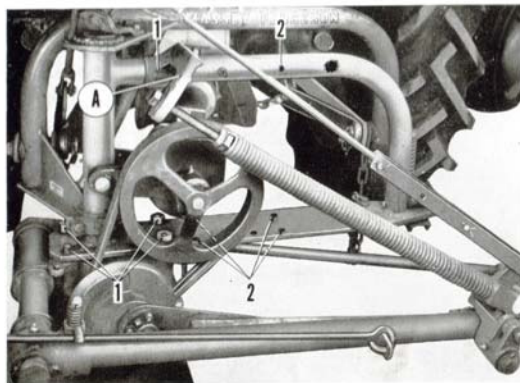

Fig. 3
La position (1, fig. 3) concerne les voies de 1,32 à 1,42 m tandis que la position (2, fig. 3) correspond aux voies de 1,83 à 1,93 m.
- 1° Desserrer le ressort compensateur. Enlever la vis fixant le support du ressort (A, fig. 3). Dégager ce support et sortir l'axe qui le positionne.
- 5° Enlever les 3 écrous fixant encore le socle au cadre pivotant. Mettre en position déportée (2, fig. 3) puis refixer les écrous à l'exception de l'écrou arrière droit.